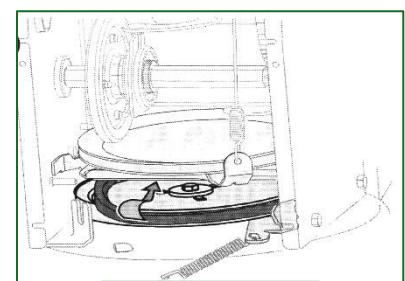

Abbildung 22
- Heben Sie den Antriebsriemen von der Motorriemenscheibe ab. Siehe Abbildung 22.